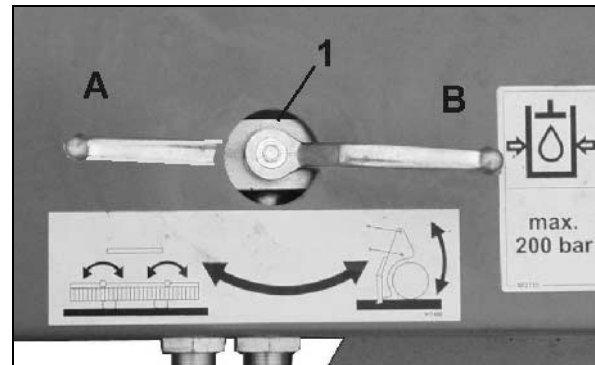

Рис. 82
2. Приведите шаровой кран (Рис. 82/1) в положение **A**.
4. Приведите шаровой кран (Рис. 82/1) в положение **B**.
- Держите шаровой кран (Рис. 82/1) в положении **В**.